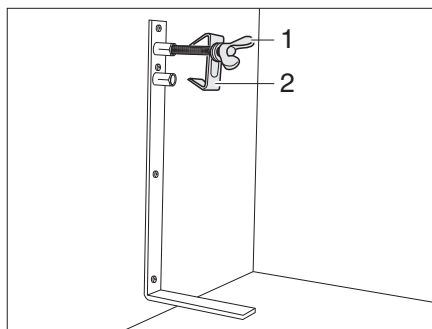

Fig. 189 Etrier de roue de secours
- Desserrer la vis (Fig. 189,1) et l'enlever avec le centrage (Fig. 189,2).